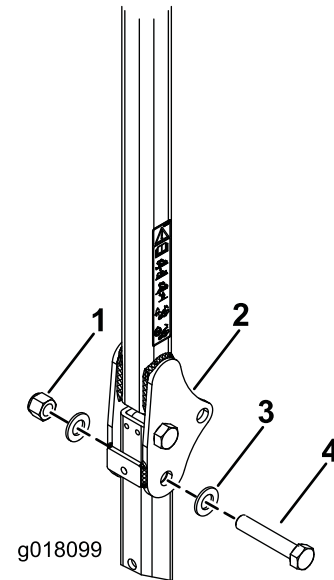

Figure 21
2. Placez une rondelle (13/16" x 1½") sur chaque boulon (¾" x 4"), comme montré à la Figure 21.
3. Placez les boulons et rondelles dans les trous occupés précédemment par les axes (Figure 21).
4. Placez une autre rondelle sur chaque boulon et fixez le tout avec des écrous (¾"), comme montré à la Figure 21. Serrez les écrous à un couple de 323 à 396 N·m.
5. Serrez le boulon de pivot du système ROPS (Figure 21) à un couple de 91 à 113 N·m pour empêcher l'arceau de sécurité et le pare-soleil de rebondir.